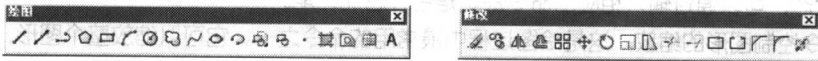

图 1-5 【绘图】和【修改】工具栏
- 【绘图】和【修改】工具栏集中了各种常用的绘图命令和修改图形命令,如图1-5所示。